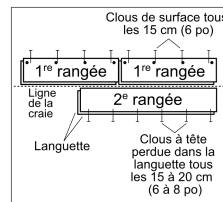

Figure 8
- Si une cloueuse pneumatique est utilisé pour enfoncer des clous perpendiculairement dans la rainure, à 13 mm (1/2 po) de la bordure, à des intervalles de 15 cm (6 po) et à 2,5 à 7,6 cm (1 po à 3 po) de chaque extrémité puis à un angle de 45° dans l'espace pour les clous sur le dessus de la languette à des intervalles de 15 à 20 cm (6 po à 8 po) (Figure 8).
- Si utilisant les clous de finition pré percés les trous de clou avec un foret de 2 mm (1/32 po) approximativement 13 mm (1/2 po) du bord du dos (le sillon), 2,5 à 7,6 cm (1 po à 3 po) de chaque fin, et à des intervalles de 15 cm (6 po) les intervalles. Pré percés à un angle de 45° dans l'espace pour les clous sur le dessus de la languette (Figure 8). Enfoncer les clous perpendiculairement dans le côté de la rainure, là où des trous ont été pré-percés. Lorsque cela est fait, clouer à clous perdus à un angle de 45° dans la languette de la première rangée. Fixer avec des clous 6 ou 8d. Fraiser les clous pour qu'ils soient égaux avec la rainure. Utiliser un chasse-clou pour fraiser les clous et éviter de meurtrir le bois.